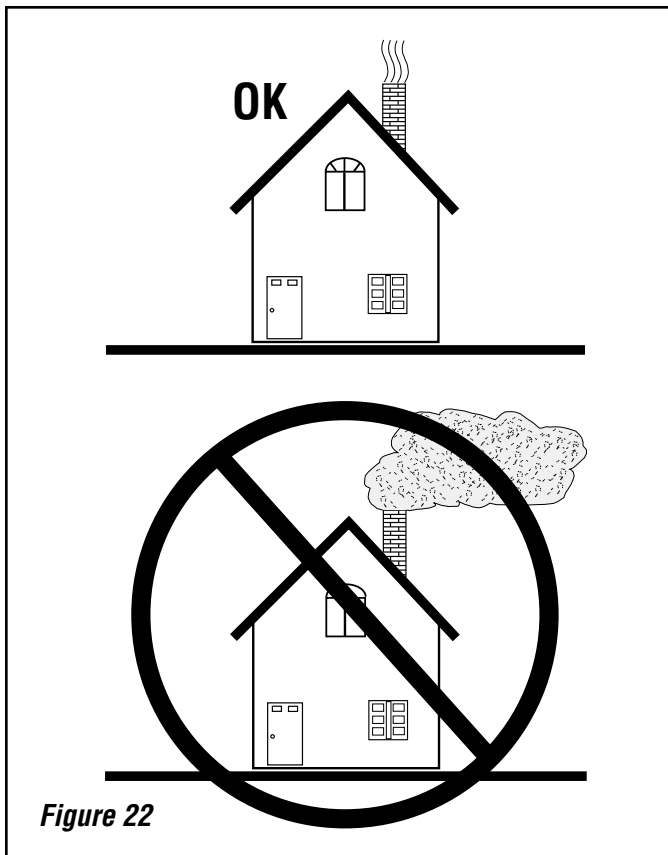

Figure 22
7. Pour obtenir les meilleurs résultats, utiliser de petits morceaux de bois et allumez le feu du haut du tas de bois afin de faire monter la température du poêle, puis charger de plus gros morceaux pour maintenir la flambée. Si nécessaire, entrouvrir la porte pour permettre l'allumage de la charge de combustible. Ne pas laisser l'unité sans surveillance quand la porte avant est légèrement ouverte. Après quelques minutes de forte flambée, ajouter des morceaux de bois plus gros puis régler le registre de gauche en fonction de la production de chaleur voulue. Vérifier l'évacuation toutes les 15 à 20 minutes (voir **figure 22**). Une fumée importante indique que le réglage est incorrect (trop élevé ou trop faible). Ajuster le réglage puis revérifier 5 à 10 minutes plus tard.
6. Sortir de l'habitation et vérifier la cheminée. La quantité de fumée doit être très réduite ; une quantité plus élevée indique un gaspillage de chaleur, une accumulation de créosote et de la pollution (voir **Figure 22**).